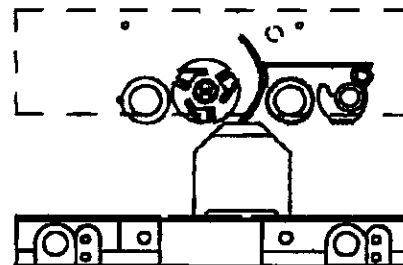

Figura 16 – Rompeastillas con bloque
- Retire la lámina calibradora y deslice el bloque de ajuste por debajo del rompeastillas (véase la Figura 16). El rompeastillas debe apenas hacer contacto con el bloque de ajuste. Si el rompeastillas está demasiado alto o bajo, afloje la tuerca hexagonal del tornillo de fijación (Figura 19, Claves No. 3 y 29) debajo del rompeastillas. Gire el tornillo de fijación para situar adecuadamente el rompeastillas. Asegure la posición apretando la tuerca hexagonal del tornillo de fijación.